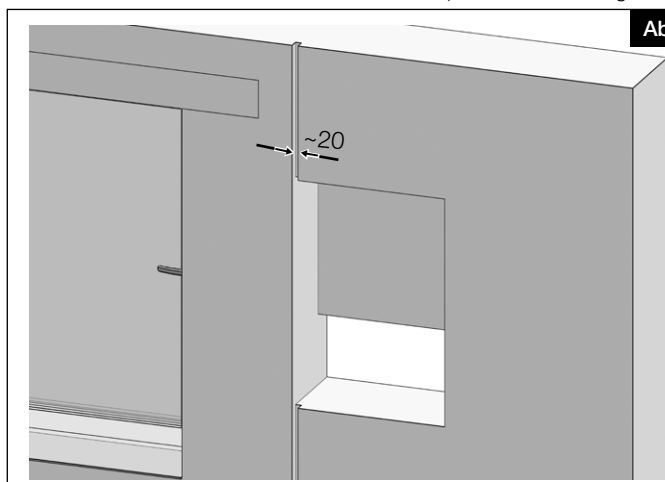

Abb.7
3. Mauernut für das Netzanschlusskabel, entweder von unten oder von oben an die richtige Position führen (siehe Abb.7).